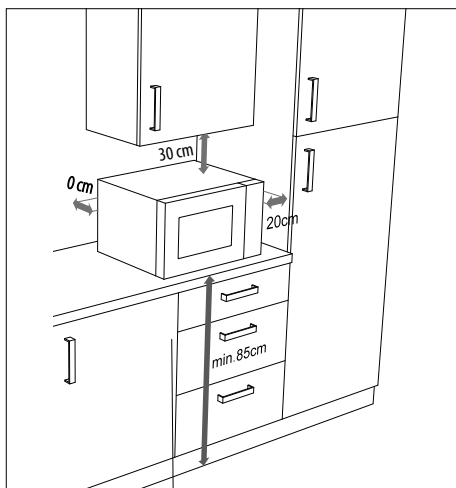

Fig. 4 – Distance entre les appareils
- Les distances indiquées (**voir Fig. 4**) doivent être respectées pour une ventilation suffisante. L'espaceur au dos de l'appareil doit toucher le mur. Il garantit la bonne distance lors de l'installation du four à micro-ondes.